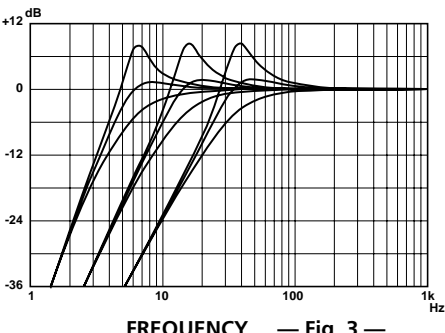

Fig. 3
- Control de ajuste BOOST /LOW CUT FREQ (Filtro subsónico) (consulte Fig. 3)**
- Controlo de regulação BOOST/LOW CUT FREQ (Subsonic filter) (consulte Fig. 3)**